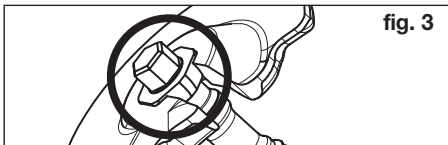

fig. 3
- Baissez la calotte ① à 6 pans de la broche d'en haut dans le logement prévu de la coupelle supérieure (**figure 3**).
- Contrôlez la position et le logement corrects de la calotte (**figure 3**).